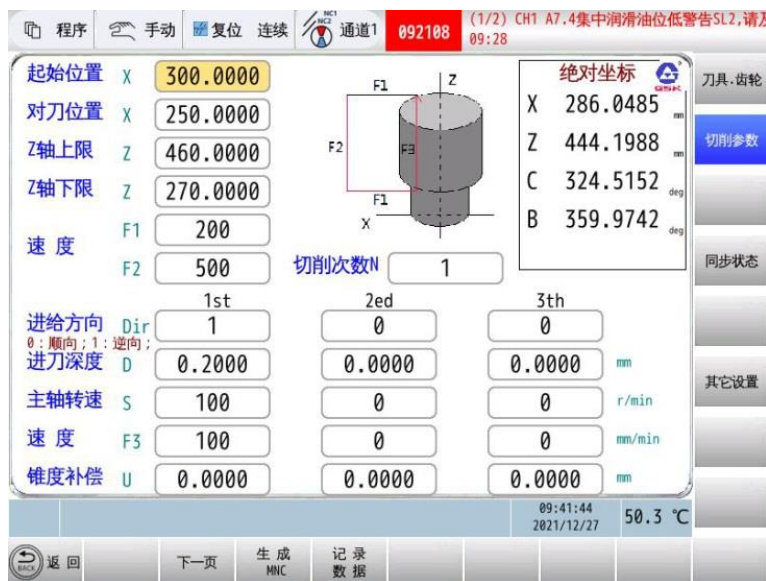

图 8-2 试切对刀示意图二
- 4) 若选用图参界面对刀，则在切削参数界面对刀位置X参数，按【记录数据】即可。如图8-2所示。